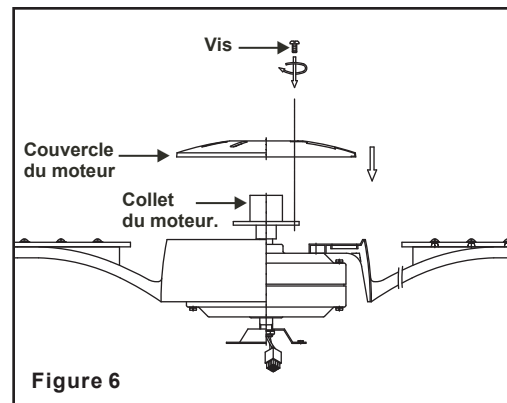

Figure 6
Étape 1 Retirez les six vis et rondelles de blocage du collet du moteur. (Fig. 6)
Étape 2 Placez le couvercle du moteur sur le moteur. Alignez les trous de fixation avec les trous dans le moteur et fixez à l'aide des six vis et des six rondelles de blocage préalablement retirées. (Fig. 6)